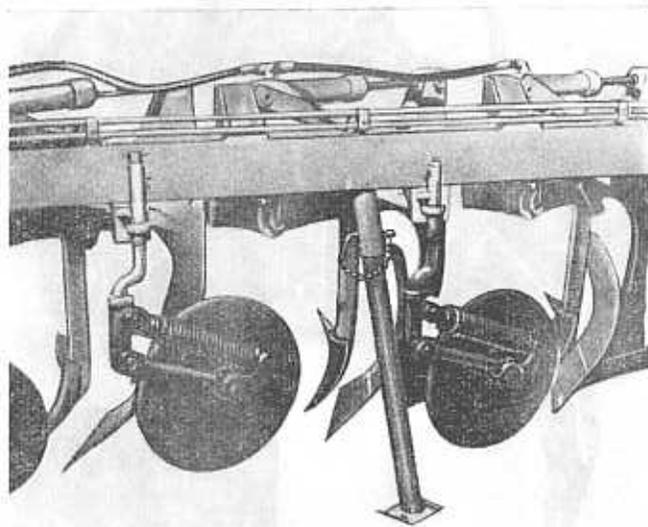

Abb. 22 Abstellstütze Hinterpflug
- Abstellstütze Hinterpflug in die Rohrhülse einführen (Abb. 22)